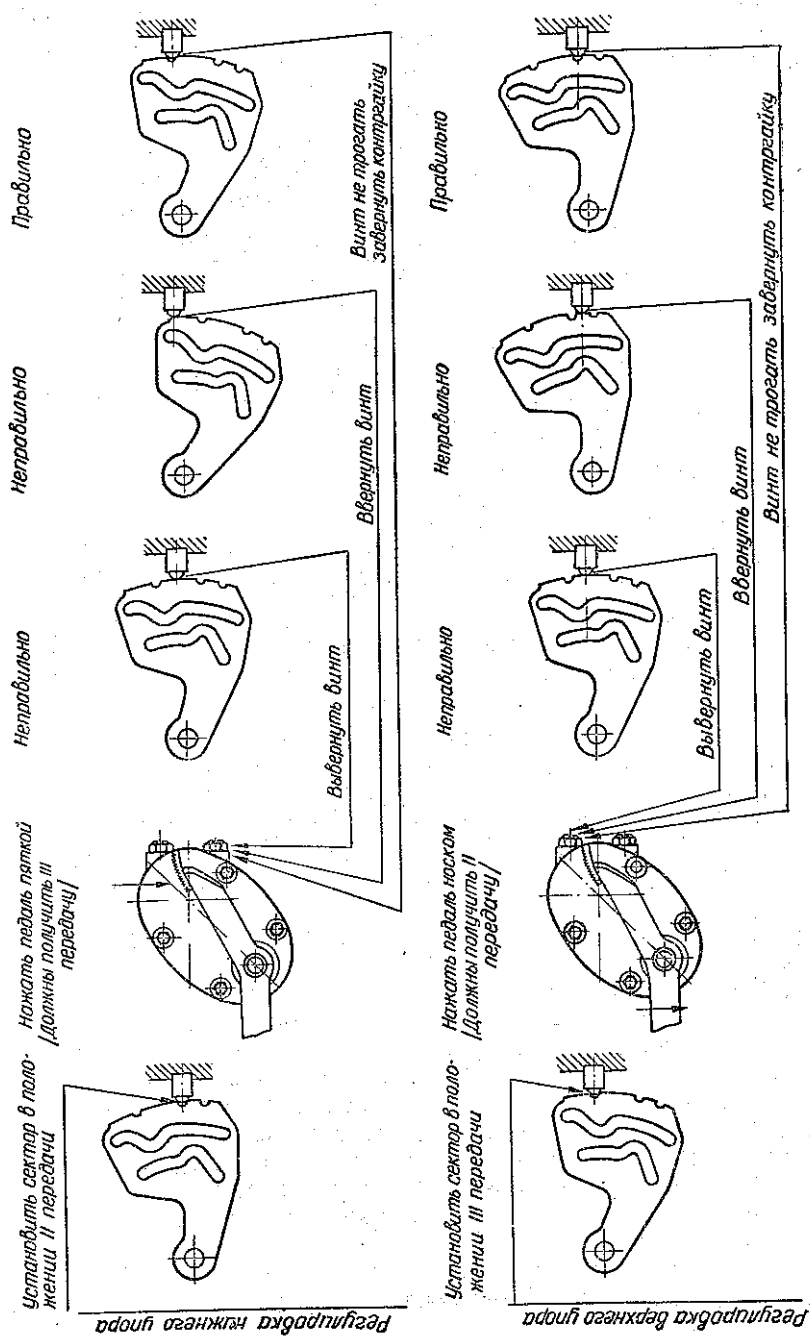

Рис. 13. Регулировка механизма переключения передач
Для обеспечения нормальной работы механизма ножного переключения передач регулировочные винты (рис. 13) должны устанавливаться так, чтобы при крайних положениях педали ножного переключения фиксирующие лунки второй и третьей передач сектора доходили до шарика фиксатора.
1. При переключении со второй на третью передачу (заднее плечо педали ножного переключения опущено вниз до упора), если фиксирующая лунка третьей передачи сектора не доходит до шарика фиксатора (рис. 13), рычаг ручного переключения можно повернуть вперед до совпадения лунки с шариком. В этом случае нужно вывернуть нижний регулировочный винт. Если фиксирующая лунка переходит шарик фиксатора, рычаг ручного переключения можно повернуть назад до совпадения лунки с шариком. В этом случае нужно ввернуть нижний регулировочный винт.